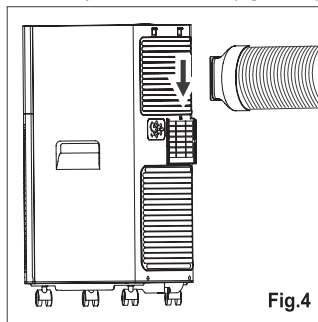

Fig.4
- 3 .Instale a entrada da mangueira na unidade (fig.4).